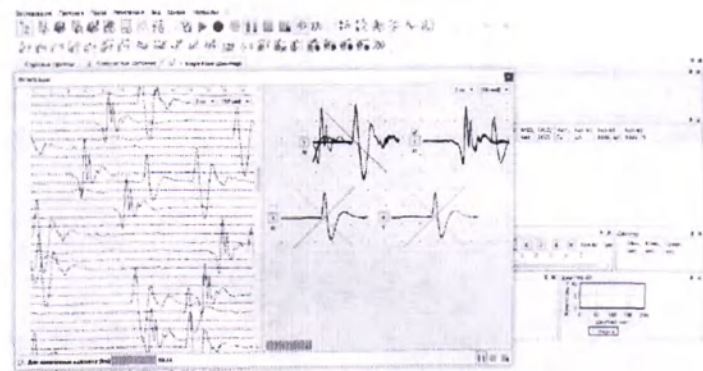

Рис. 214. Первичное редактирование кривых. Исключение из анализа артефактных
6. После заполнения индикатора накопления запись остановится автоматически и в левой части окна регистрации будут представлены накопленные пары потенциалов. Используя правую кнопку мыши, выделите или активируйте нужные пары для учета их в анализе (рис. 214).